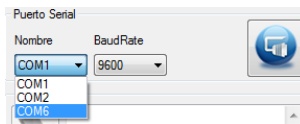

Figura 45: Selección de puerto COM asociado a la placa.
- **Paso 4:** Sobre la sección *Puerto Serial* debe identificarse sobre el menú desplegable *Nombre*, el puerto COM asociado a la placa. La Figura 45 ilustra dicho concepto
parámetro que debe asignarse a dicha instrucción es la velocidad de transmisión en baudios. El valor de la velocidad previamente configurada sobre el programa debe ser configurado sobre el menú desplegable *BaudRate*, ubicado sobre el costado derecho del menú desplegable *Nombre*. Por ejemplo, si la velocidad configurada es igual a 9600 baudios, entonces sobre dicho menú debe seleccionarse 9600, como lo ilustra la Figura 45.